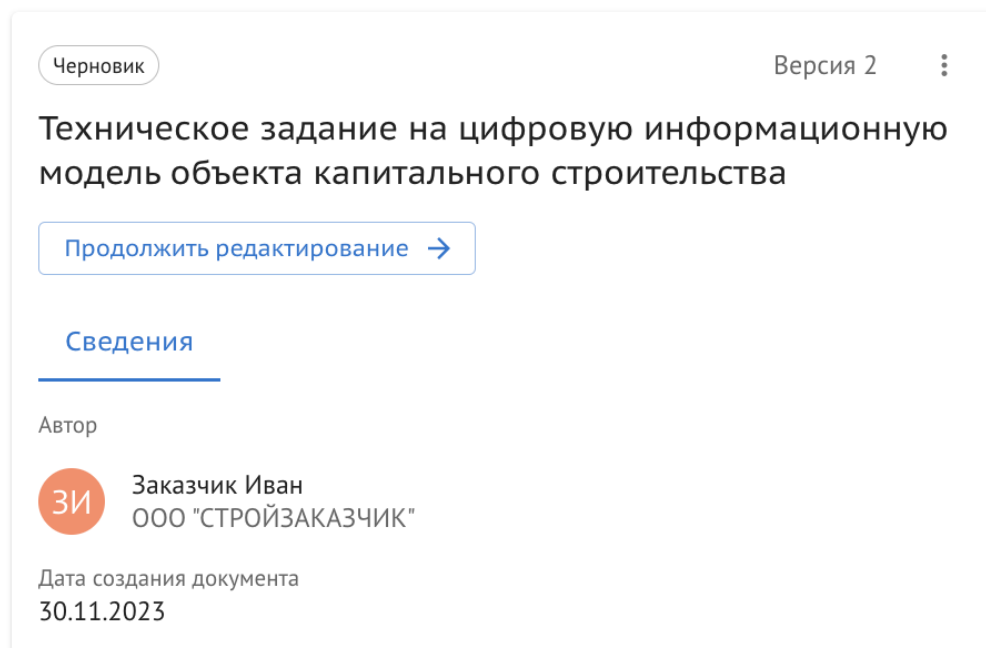

Рисунок 35. Карточка черновика ТЗ.
- 5) В разделе “Требования”, где появится карточка со статусом “Черновик” и новой версией Технического задания, нажать на “Продолжить редактирование”(Рисунок 35)